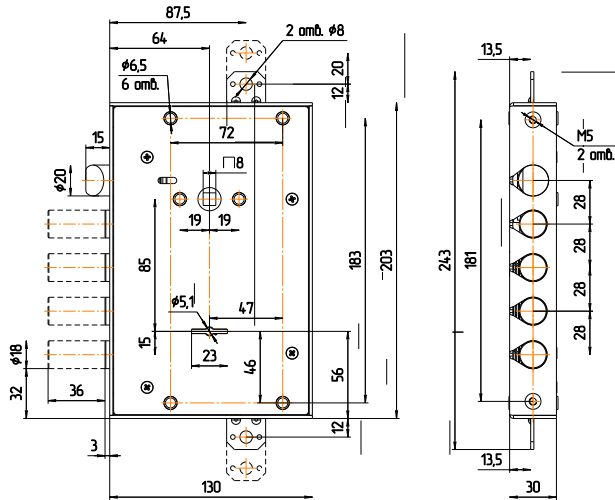

Рис.2
5.1. Произвести разметку и выполнить на торце полотна двери и в дверной коробке отверстия под пальцы засова и защёлку, а также для крепления замка. Выполнить на полотне двери отверстия для ключа, для стержня ручек фалевых и крепежа (см. рис.2).